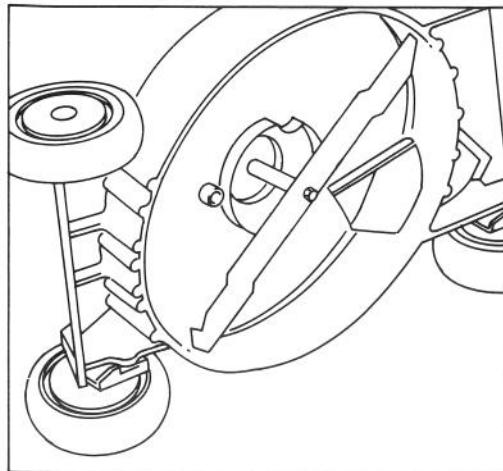

Figure 19
2. Inclinez la tondeuse sur le côté gauche (Fig. 19). Evitez de faire tourner la lame, des problèmes de démarrage risqueraient de se poser.